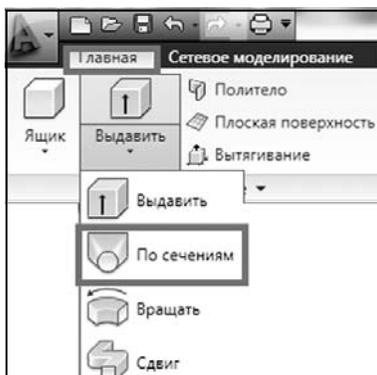

Рис. 7.10. Расположение команды «По сечениям» (лофтинг)
- ◆ «Лента»: «Главная вкладка» → «Моделирование панель» → → раскрывающийся список «Выдавить» → «По сечениям» (рис. 7.10);